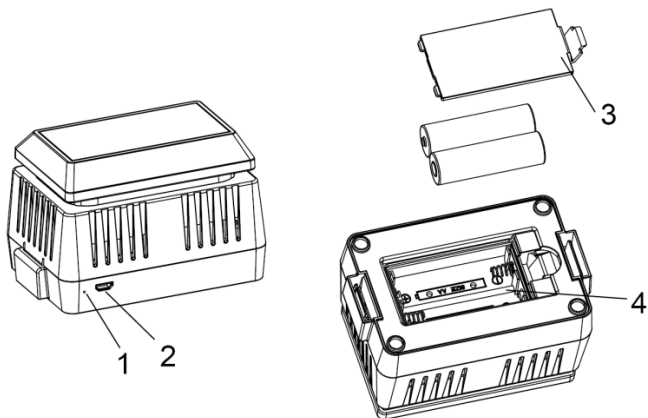

Abbildung 1
1. Entfernen Sie die Batteriefachabdeckung an der Basis des Luftqualitätssensors wie in Abbildung 1 gezeigt.